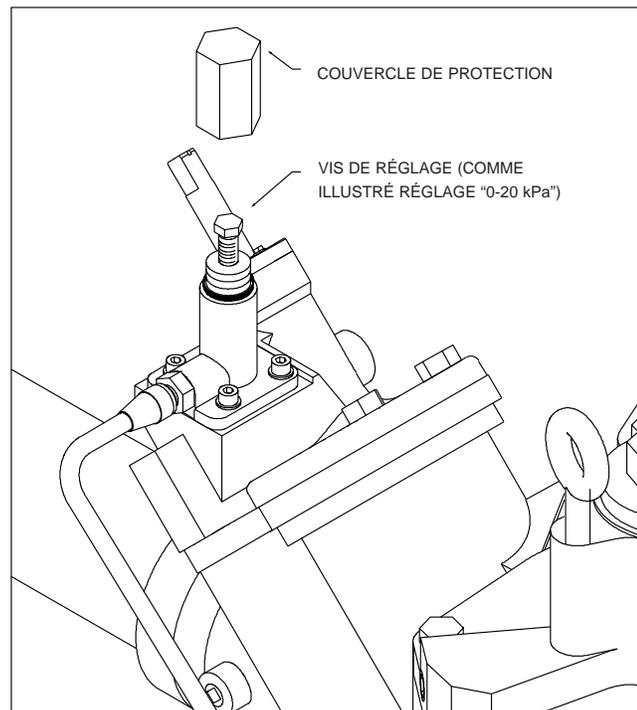

FIGURE 20
- b. Tourner la vis de réglage du Pressurstat™ dans le sens inverse des aiguilles d'une montre jusqu'à ce que la vis dépasse de 19 mm, cela décompressera la pression de la ligne jusqu'à « 0 » kPa (voir Figure 20).